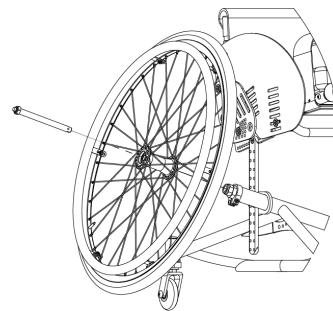

ABB. 10
- Stellen Sie sicher, dass der Knopf "X" nach der Montage des Rades (Abb. 10) vollständig ausgerastet ist.